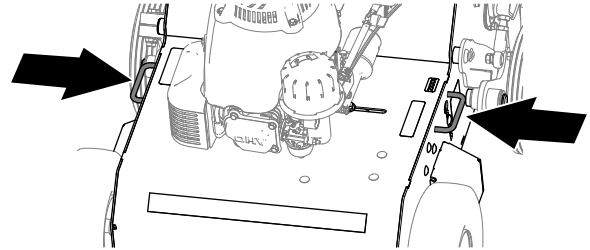

Figura 24
7. Sujete la máquina al remolque con cadenas o correas, usando las anillas de amarre (Figura 24).